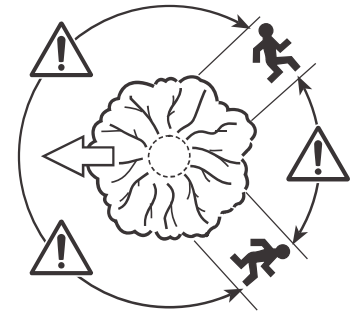

Fig. 35
3. Debe planificar y preparar una ruta de escape antes de iniciar el corte. La ruta de escape debe ir hacia atrás diagonalmente hasta la parte trasera de la línea de caída esperada (Fig. 35).